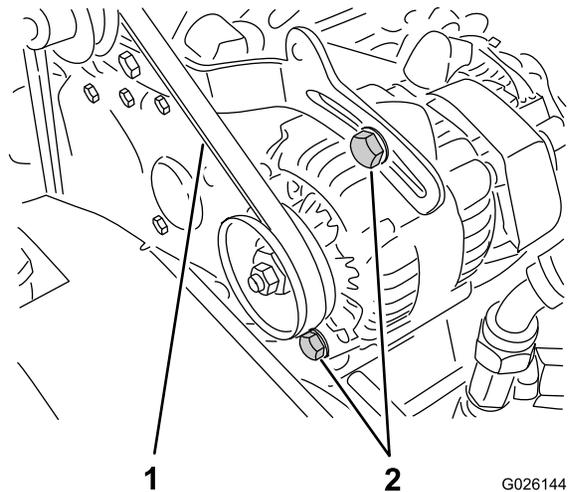

Рисунок 66
2. Проверьте натяжение, надавив на ремень посередине между шкивами коленчатого вала и генератора с усилием 10 кг (Рисунок 66).
- А. Ослабьте 2 болта крепления генератора (Рисунок 66).
- В. С помощью рычага поверните генератор до достижения требуемого натяжения ремня, после чего затяните болты крепления (Рисунок 66).